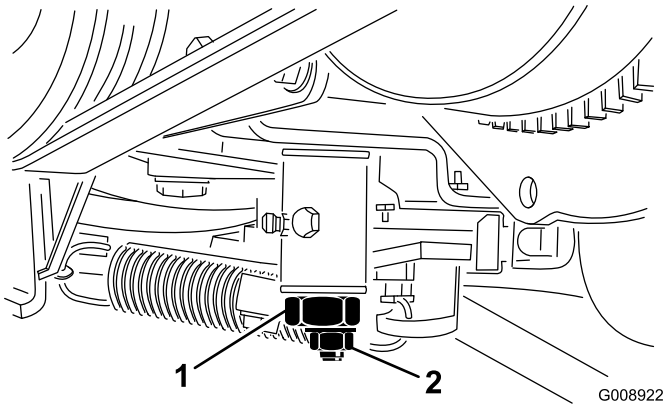

Figura 56
2. Afloje el conector del cable del acelerador en la palanca de la bomba de inyección (Figura 56).